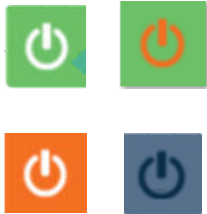

FIGURA 3-25
Si se selecciona la limitación de pared en el menú de limitaciones del WRL, se muestra la vista de limitación de pared (Figura 3-25).
acciones posteriores. En la Figura 3-25 puede verse que el símbolo del número de la pared ha sido seleccionado y está resaltado con el color naranja. La Tabla 3-8 muestra los objetos disponibles en la vista de limitación de pared.
1. La vista de limitación de pared (Figura 3-25) se mostrará en la pantalla (y en este caso no hay ninguna pared virtual definida o activa).
9. Use el botón aceptar para aceptar la posición actual de la grúa como punto B. La ubicación del punto ahora debe mostrarse en la vista con la etiqueta "1b". La vista también debe mostrar una "zona prohibida" de color marrón carmesí para la zona que sobrepasa la frontera de la pared virtual (como el caso de las 2 paredes en la Figura 3-25). Realice una inspección visual de la vista y de la zona alrededor de la grúa para verificar que la pared virtual determine correctamente la zona que se desea. También tenga en cuenta que la pluma está ahora en la limitación de pared, de modo que las alarmas probablemente estarán sonando. Ahora puede alejar la pluma de la pared para suspender la alarma. Consulte la Tabla 3-2 para conocer cómo funciona la alarma cuando la opción de bloqueo no está en uso. Consulte la Figura 3-18 para conocer acerca del botón
1. La vista de limitación de pared (similar a la Figura 3-25) se muestra en la pantalla.
1. La vista de limitación de pared (Figura 3-25) se muestra en la pantalla.